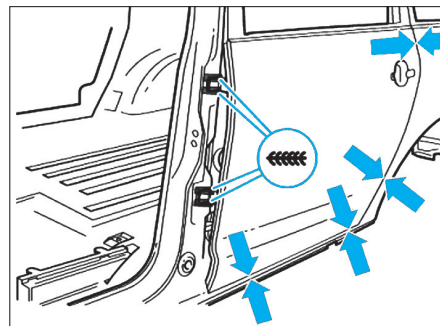

FIG. 36
- Ajuster la porte avec les charnières de porte neuves et l'immobiliser (Fig.36).